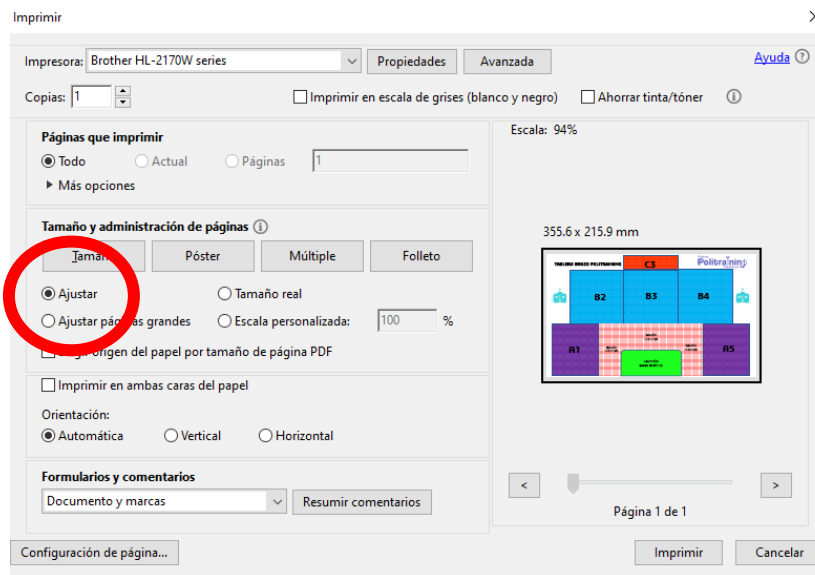
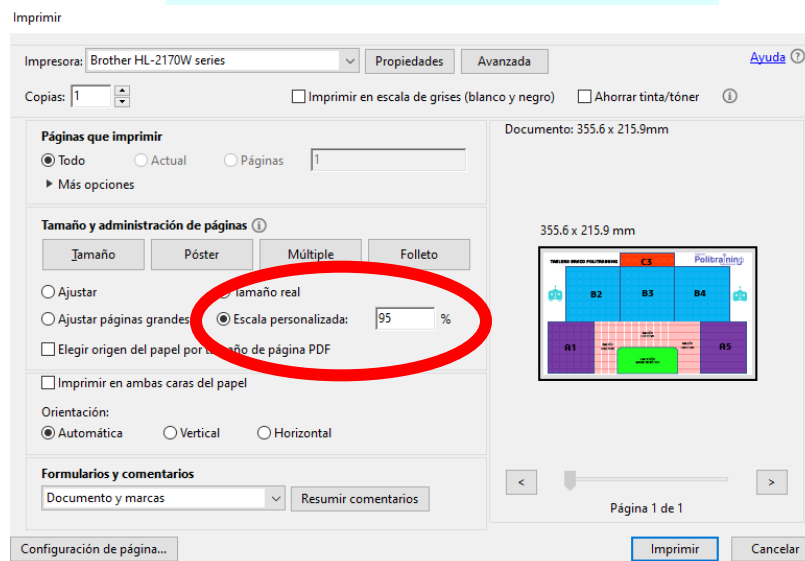

Figura 8: Impresión de Tablero con la opción de Ajustar.
Figura 9: Impresión de Tablero con la opción de Escala Personalizada.
- **El tablero será otorgado** por el H. Comité Organizador del Festival Politraining 4.0 en formato digital para que los participantes lo puedan imprimir en una Hoja Tamaño Oficio. El archivo deberá ser impreso a través de la opción de **Ajustar** como se muestra en la **Figura 8** o en su defecto con una **escala de 94% a 95%** como se muestra en la **Figura 9** y así respetar las medidas oficiales del concurso. No es necesario imprimirlo a color.